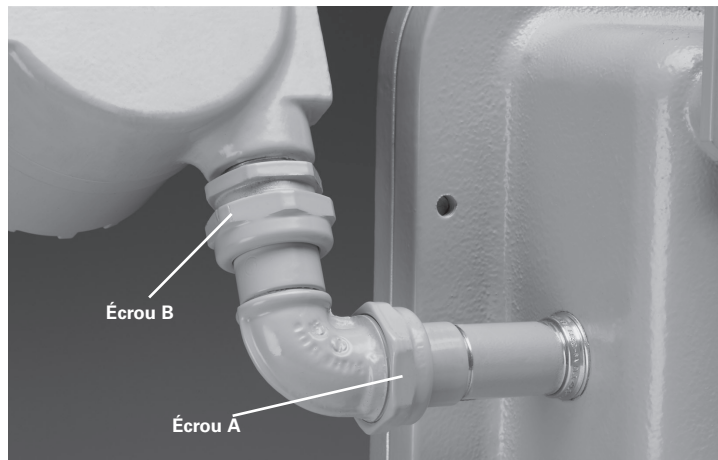

Figure 2. Luminaire EVLAM2
4. Orienter l'éclairage d'urgence EVLAM2 dans la direction souhaitée, puis verrouiller sa position à l'aide d'une clé à fourche de 41,3 mm (1 5/8 po) et serrer à un couple de 78,6 Nm (58 lb-pi). Voir la figure 2.